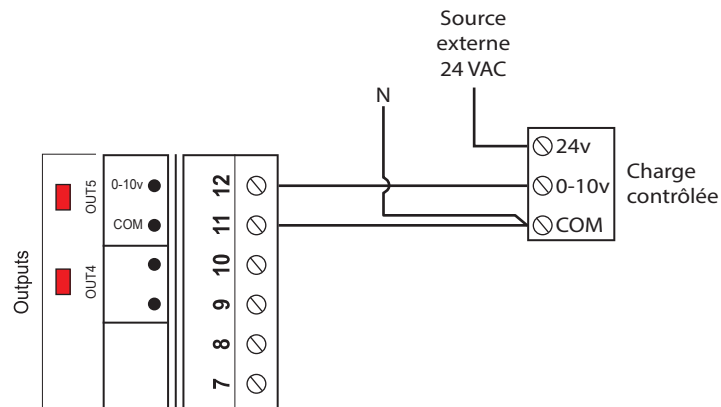

Figure 15 - Raccordement de la sortie analogique (alimentation externe)
- 2) Le C1000 fournit seulement le signal de contrôle à la charge, qui est alimentée par une source externe (voir Figure 15):